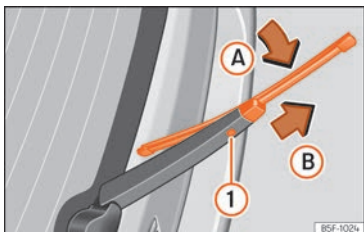

Abb. 86 Scheibenwischerblatt der Heckscheibe auswechseln.
- Wischerblatt leicht drehen »» **Abb. 86** [Pfeil **A**].